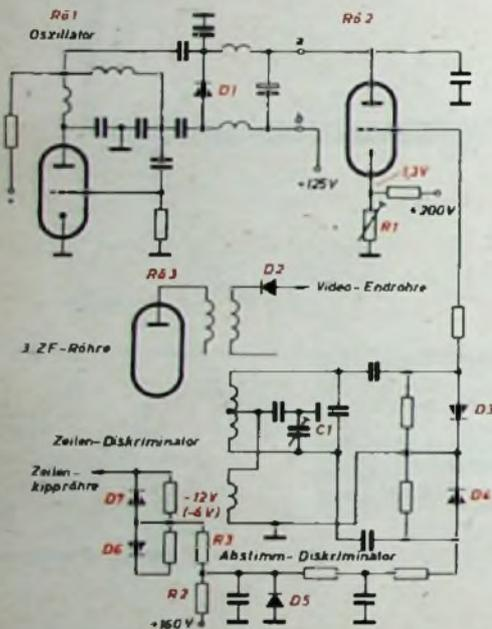
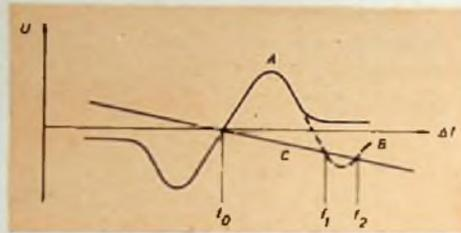

Bild 1. Schaltung des Oszillators und des Abstimm-Diskriminators
Bild 2. Kennlinien des Abstimm-Diskriminators
Die Oszillatorschaltung mit $R\ddot{o}1$ als Schwingröhre (Bild 1) ist ohne Besonderheiten. Parallel zum Oszillatorschwingkreis liegt die Diode $D1$, der bei Handabstimmung ein variabler Widerstand als Belastungswiderstand parallelgeschaltet ist. Dieser veränderbare Widerstand wird
Bei der folgenden Betrachtung soll der Schaltungsteil mit den Dioden $D6, D7$ und $D5$ vorerst unberücksichtigt bleiben. Die Kennlinie des Abstimm-Diskriminators entspricht der Kurve A im Bild 2. Diese Kurve schneidet die Nulllinie bei f_0 (Differenz zwischen Sollfrequenz und Bildträger-ZF gleich Null). Ist der Oszillator (Bild 1) richtig abgestimmt, so liegt der Bildträger auf Mitte Nyquistflanke der Durchlaßkurve. Da die Kurve A die Nulllinie (Bild 2) bei f_0 schneidet, ist die Ausgangsspannung des Abstimm-Diskriminators bei richtiger Empfängerabstimmung 0 Volt.
Strom fließt, daß der Oszillator auf der Sollfrequenz schwingt. Wird der durch $D1$ fließende Strom größer (Steuerspannung von $R\ddot{o}2$ wird positiver), so schwingt die Oszillatorstufe auf einer niedrigeren Frequenz, wird der durch $D1$ fließende Strom kleiner (negative Steuerspannung an $R\ddot{o}2$), so erhöht sich die Schwingfrequenz des Oszillators. Die Gerade C im Bild 2 gibt die Abhängigkeit zwischen der vom Diskriminator gelieferten Steuerspannung (U) und der Abweichung Δf der Oszillatorfrequenz von der Sollfrequenz an. Der Oszillator stellt sich bei Automatikbetrieb auf die Frequenz ein, bei der die Kurve A von der Geraden C geschnitten wird, also auf f_0 , bei der Δf (Abweichung von der Sollfrequenz) Null ist.
Um diese Mehrdeutigkeit bei der Automatik-Abstimmung auszuschalten und eindeutige Abstimmung auf f_0 zu erzwingen, wird mit einer Hilfsspannung gearbeitet, die aus dem Diskriminator des Zeilenkoppteiles entnommen wird. Am Symmetriepunkt des Zeilen-Diskriminators ($D6, D7$ im Bild 1) steht, falls Synchronimpulse vorhanden, eine Spannung von -12 V. Ist die Bildträger-Amplitude und damit die Zeilensynchronimpuls-Amplitude zu klein
oder ist der Synchronimpuls ganz ausgefallen (bei völliger Verstimmung des Empfängers), so ist die Spannung am Symmetriepunkt nur noch -6 V. Diese Spannungsdifferenz zwischen -6 und -12 V bei nicht synchronisiertem und synchronisiertem Zeilenkoppteil wird ausgenutzt, um eine ausreichende Betriebssicherheit des Automatikleiles auch bei außergewöhnlichen Betriebsbedingungen sicherzustellen. Aus der am Symmetriepunkt $D6, D7$ (vor $R3$) liegenden negativen Spannung von 12 V und der hinter $R2$ geteilten positiven Spannung ($+160$ V) resultiert an der Diode $D5$ eine kleine negative Spannung. $D5$ ist durch diese Spannung ($-0,3 \dots -0,4$ V) geöffnet, und die Spannungshöhe ist auch bei sich ändernden Betriebsbedingungen fest. Fallen einmal die Synchronimpulse aus, weil entweder der Sender abgeschaltet ist oder weil der Oszillator durch den Feinabstimmregler so weit verstimmt ist, daß der Bildträger in die Nachbartonfaller rutscht, dann ist die Spannung am Symmetriepunkt des Zeilen-Diskriminators -6 V, also um 6 V positiver als vorher. Damit ist auch die an $D5$ liegende Spannung positiver, die Diode $D5$ wird gesperrt, und $R\ddot{o}2$ bekommt eine positive Vorspannung. Diese Vorspannung entsteht also im Bereich des Kurventeiles B (Bild 2) und kompensiert diesen ins negative Gebiet fallenden Kurvenzug, so daß die Gerade C die Diskriminatorkurve ausschließlich bei f_0 schneiden kann und Fehlabbildungen vermieden sind.